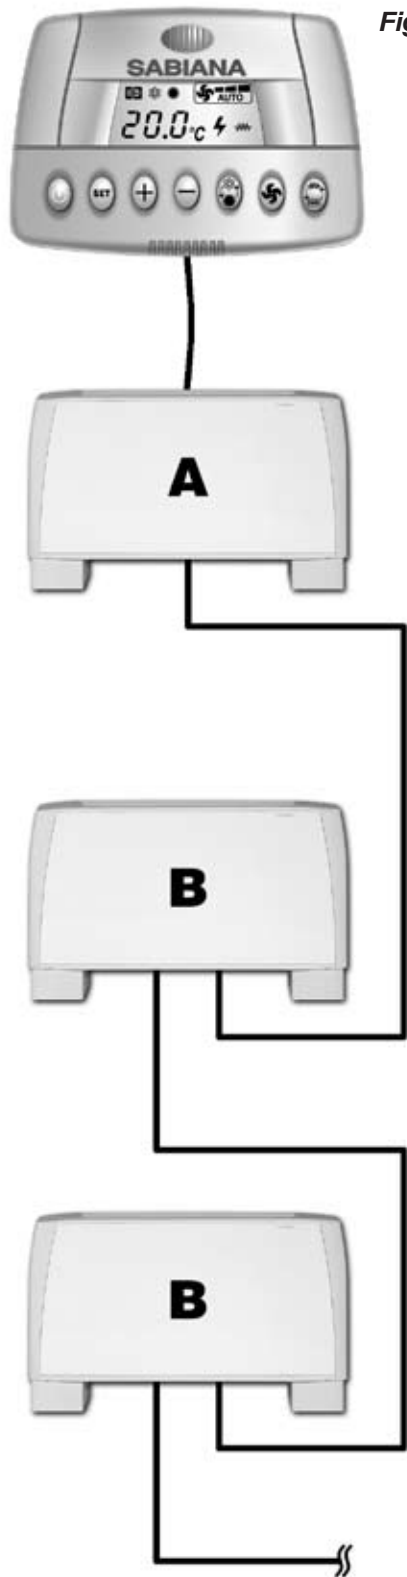

Fig. 1
**Schema di collegamento (Fig.1)**
**Wiring diagram (Fig.1)**
**Schéma de connexion (Fig.1)**
**Anschlusschaltplan (Fig.1)**
**Esquema de conexión (Fig.1)**
**Verbindingsschema (Fig.1)**